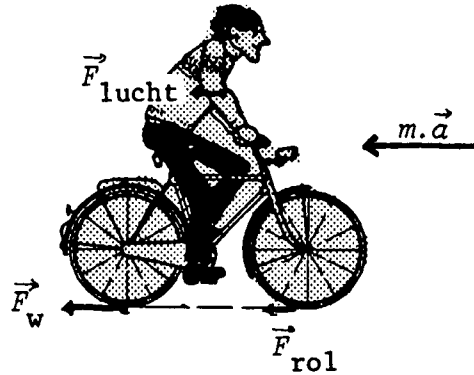

fig. 3.21 Remmen: de kracht van de weg op de wielen keert om van richting.
- in de situatie dat je gaat remmen (zie fig.3.21.) keert de richting van de schuifwrijvingskracht om en gaat gelden: